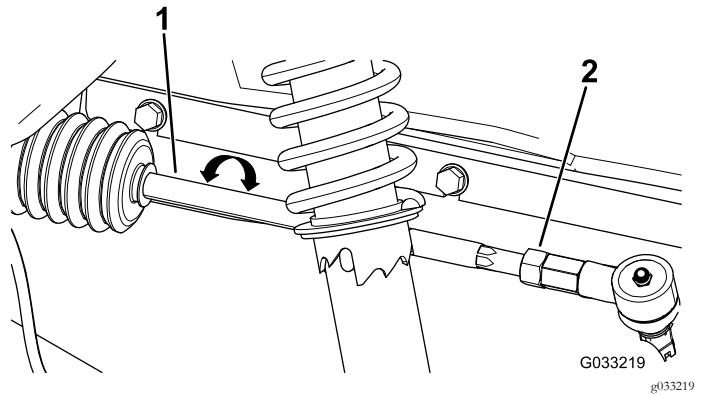

Figura 13
2. Si la distancia no es de entre 0 y 6 mm, afloje las contratuercas en el extremo exterior de las bielas (Figura 13).